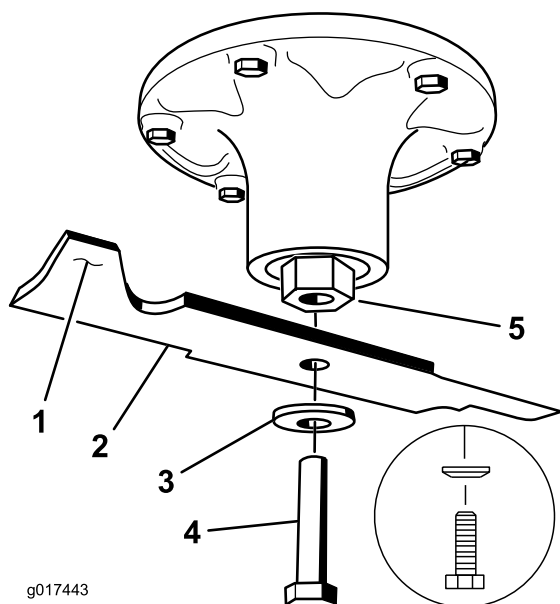

図 76
- スピンドルのシャフトからブレードボルト、湾曲ワッシャ、ブレードを取り外す (図 76)。